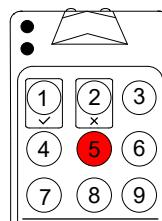

Abbildung 10
5. Die neue Einstellung wird gespeichert, die Schaltfläche mit der eingestellten Einstellung 5 wird hervorgehoben (Abb. 10)